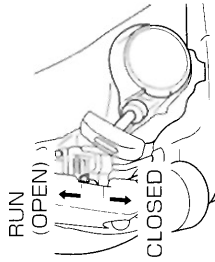

Fig. 6
- Réglez le starter sur la position CLOSED (fermée). (Fig. 6)